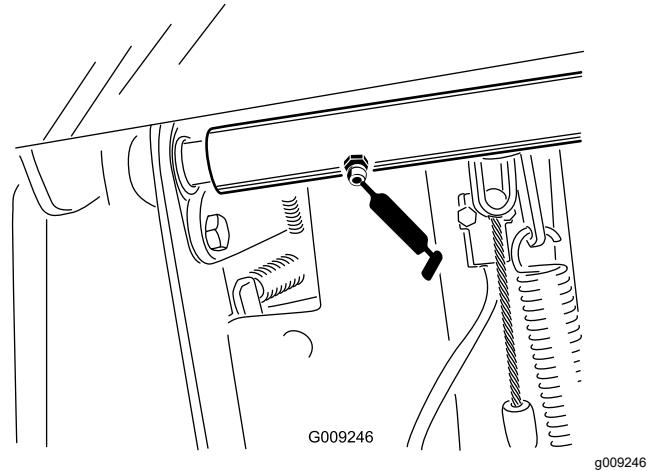

Figura 77
- Cojinetes del eje de pivote del pedal de freno (2) (Figura 77)